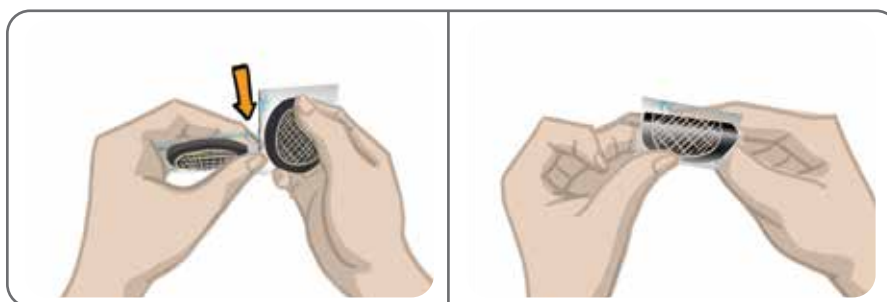

Figura 8-2. Separazione degli elettrodi Hydrogel e delle protezioni a due pezzi
2. Separare i due nuovi elettrodi Hydrogel lungo la perforazione (Figura 8-2).
3. Separare le protezioni a due pezzi su ciascun elettrodo e gettarle (Figura 8-2).